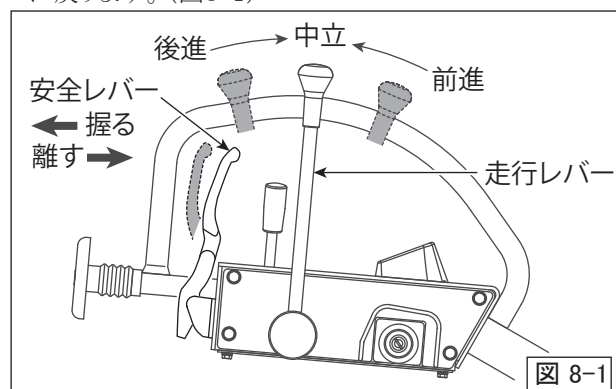

図8-1
- Hold to Run装置付きの場合、安全レバーの作動を点検します。安全レバーを握ると走行レバーは任意の位置で保持されます。安全レバーを離し、走行レバーから手を離すと走行レバーは常に「中立」位置に戻ります。(図8-1)